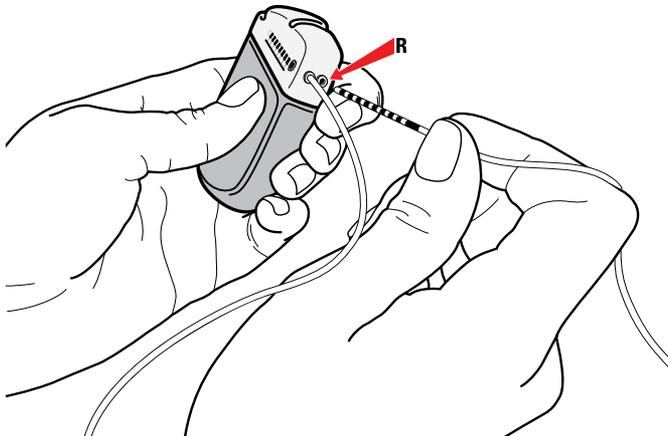

Figure 38. Connexion au port R du GII
- b. Connecter l'extension de l'hémisphère droit au port R (ou D) (Figure 38).